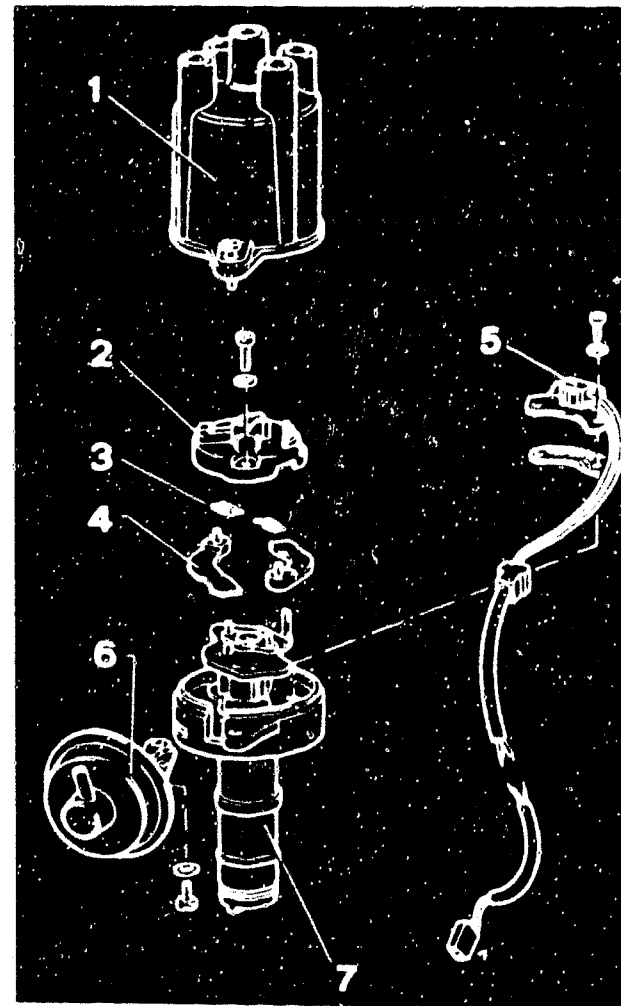

Bild 20 Einbauposition des Zündvertellers. 1 Kurbelwellen-Riemenscheibe – 2 Markierungsstift – 3/4 Mitnehmer – 5 Markierung am Zündverteiler – 6 Rotor.
a) Der **Zündverteiler** ist im Stirnraddeckel vorne rechts eingebaut. Beim Einbau sind der Motor und die Antriebswelle von der Ölpumpe gemäss Bild 20 auszurichten, so dass der Rotor in Fahrtrichtung nach vorne zeigt.